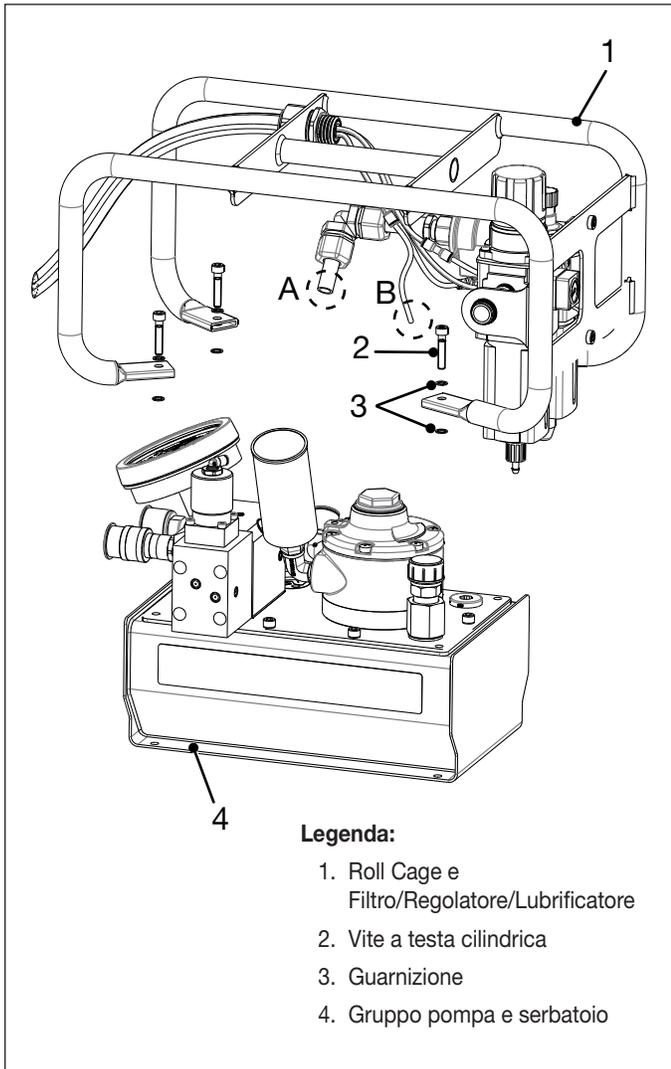

Figura 13: Ispezione e pulizia del serbatoio (vista 1 di 2)
4. Smontare le quattro viti a testa esagonale e le rondelle. Sollevare con cautela il roll cage e il gruppo filtro/regolatore lubrificatore dal serbatoio idraulico in un unico assieme. Vedere Figura 13.